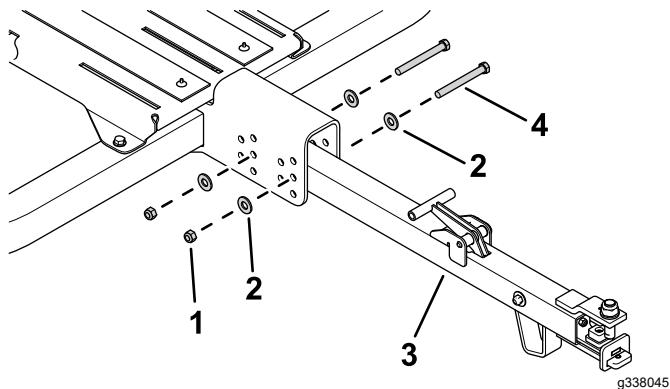

Figure 23
- Fixez le timon de la remorque sur le cadre principal à l'aide de 2 boulons (7/16"), 4 rondelles et 2 contre-écrous (Figure 23).